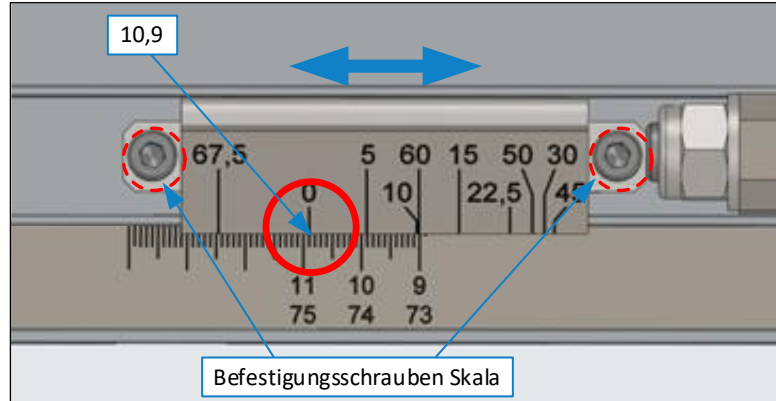

Abbildung 7: DSG-D justieren (4)
9. Das Längenmaß muss mit der Position „0“ ($\cong 90^\circ$) auf der Winkelskala übereinstimmen (\Rightarrow Abbildung 7).
10. Falls das Längenmaß nicht mit der Position „0“ übereinstimmt, den DSG-D Anschlag im geklemmten Zustand lassen, die Schrauben der Skala lösen und diese so weit verschieben, bis die 0 der oberen Skalenanzeige dem gemessenen Wert exakt entspricht und die Schrauben wieder anziehen (\Rightarrow Abbildung 7).
Beispiel: Wird bei der Einstellung 110 mm ein Materialstück geschnitten, es weist beim Nachmessen jedoch nur 109 mm auf, muss die Skalenanzeige so verschoben werden, dass die 0 mit dem Wert 10,9 ($\cong 109$ mm) auf der unteren Skala übereinstimmt (siehe \Rightarrow Abbildung 7).